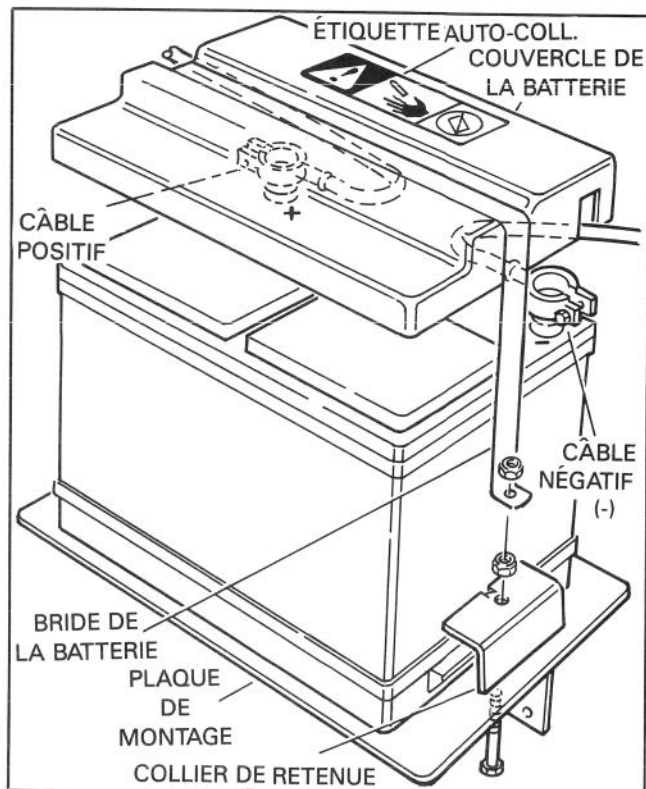

Figure 14
23. Remettez la roue en place (si vous l'aviez enlevée) et basculez l'unité vers le bas. Placez la batterie sur la plaque de montage de la déneigeuse, les bornes de la batterie étant dirigées vers le moteur (fig. 14).
24. Attachez le câble noir (négatif) de la batterie à la borne négative (-) de celle-ci. Faites passer le câble de manière à ce que le couvercle de la batterie s'adapte pardessus (fig. 14) et serrez le collier.
25. Attachez le câble rouge (positif) de la batterie à la borne positive (+) de celle-ci, à l'endroit indiqué (fig. 14), et serrez le collier de câble.
26. Posez le couvercle de la batterie et fixez la batterie sur la plaque de montage à l'aide des boulons à tête, des colliers de retenue de la batterie et des écrous. Posez l'étiquette auto-collante sur le couvercle de la batterie (fig. 14).
27. Montez la bride de la batterie sur le couvercle de la batterie, faites passer les bouts de cette bride pardessus les boulons et fixez à l'aide de deux écrous (fig. 14).